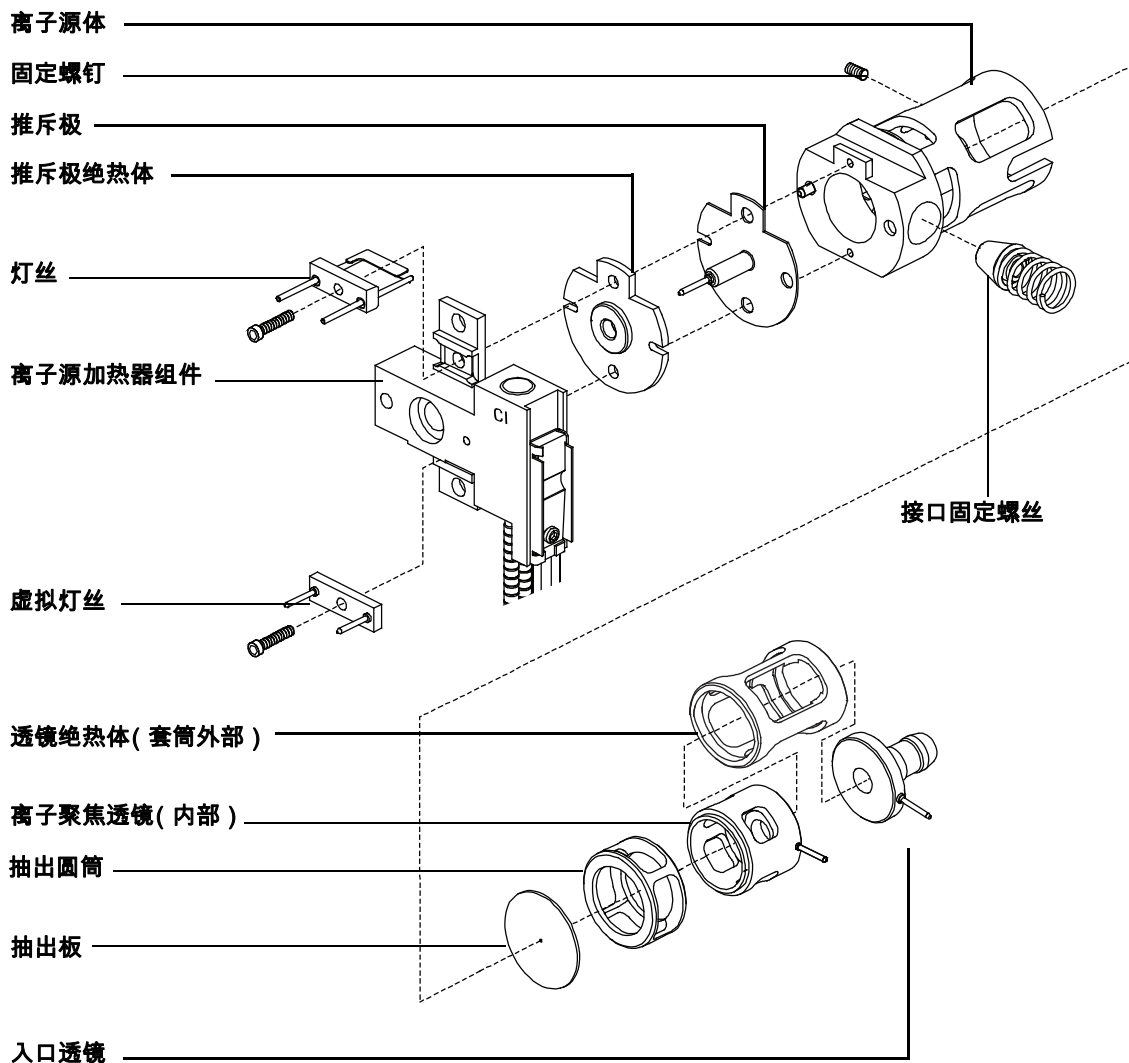

图 30 组装 CI 离子源
- 1 组装离子聚焦透镜、入口透镜和透镜绝热体 (图 30)。
- 2 将抽出板和抽出圆筒滑入离子源体中 (图 30)。